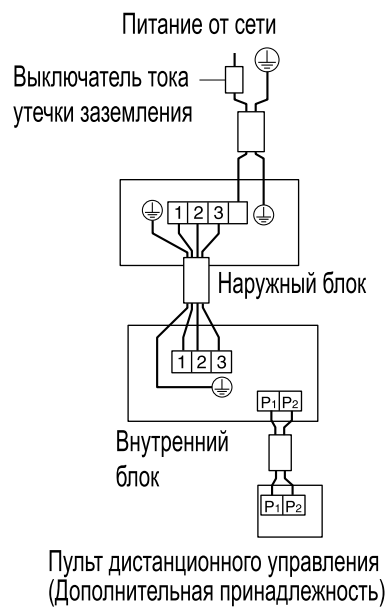

Рис. 34
- **Парный тип:** 1 пульт дистанционного управления управляет 1 внутренним блоком (стандартная система). (См. Рис. 34)